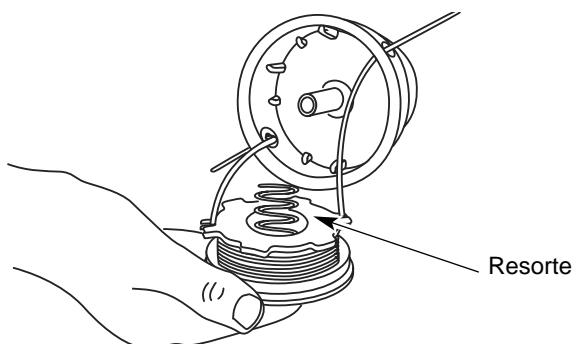

Fig. 23
13. Inserte los extremos de la lnea a trav s de los ojalillos de la bobina exterior y coloque el carrete interior con el resorte dentro de la bobina exterior (Fig. 23). Empuje el carrete interior y la bobina exterior entre s . Mientras sostiene el carrete interior y la bobina exterior, tome los extremos y tire con firmeza para soltar la lnea de las ranuras de fijaci n de la bobina.
5. Inserte los extremos de la lnea en los ojalillos de la bobina exterior (Fig. 23).